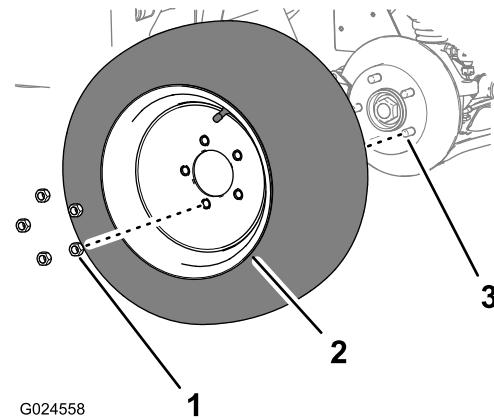

Bild 16
- 1. Nehmen Sie die fünf Radnabenmuttern ab, mit denen das Vorderrad an der Radnabe befestigt ist (Bild 16).
- 2. Nehmen Sie das Rad von der Radnabe ab (Bild 16).